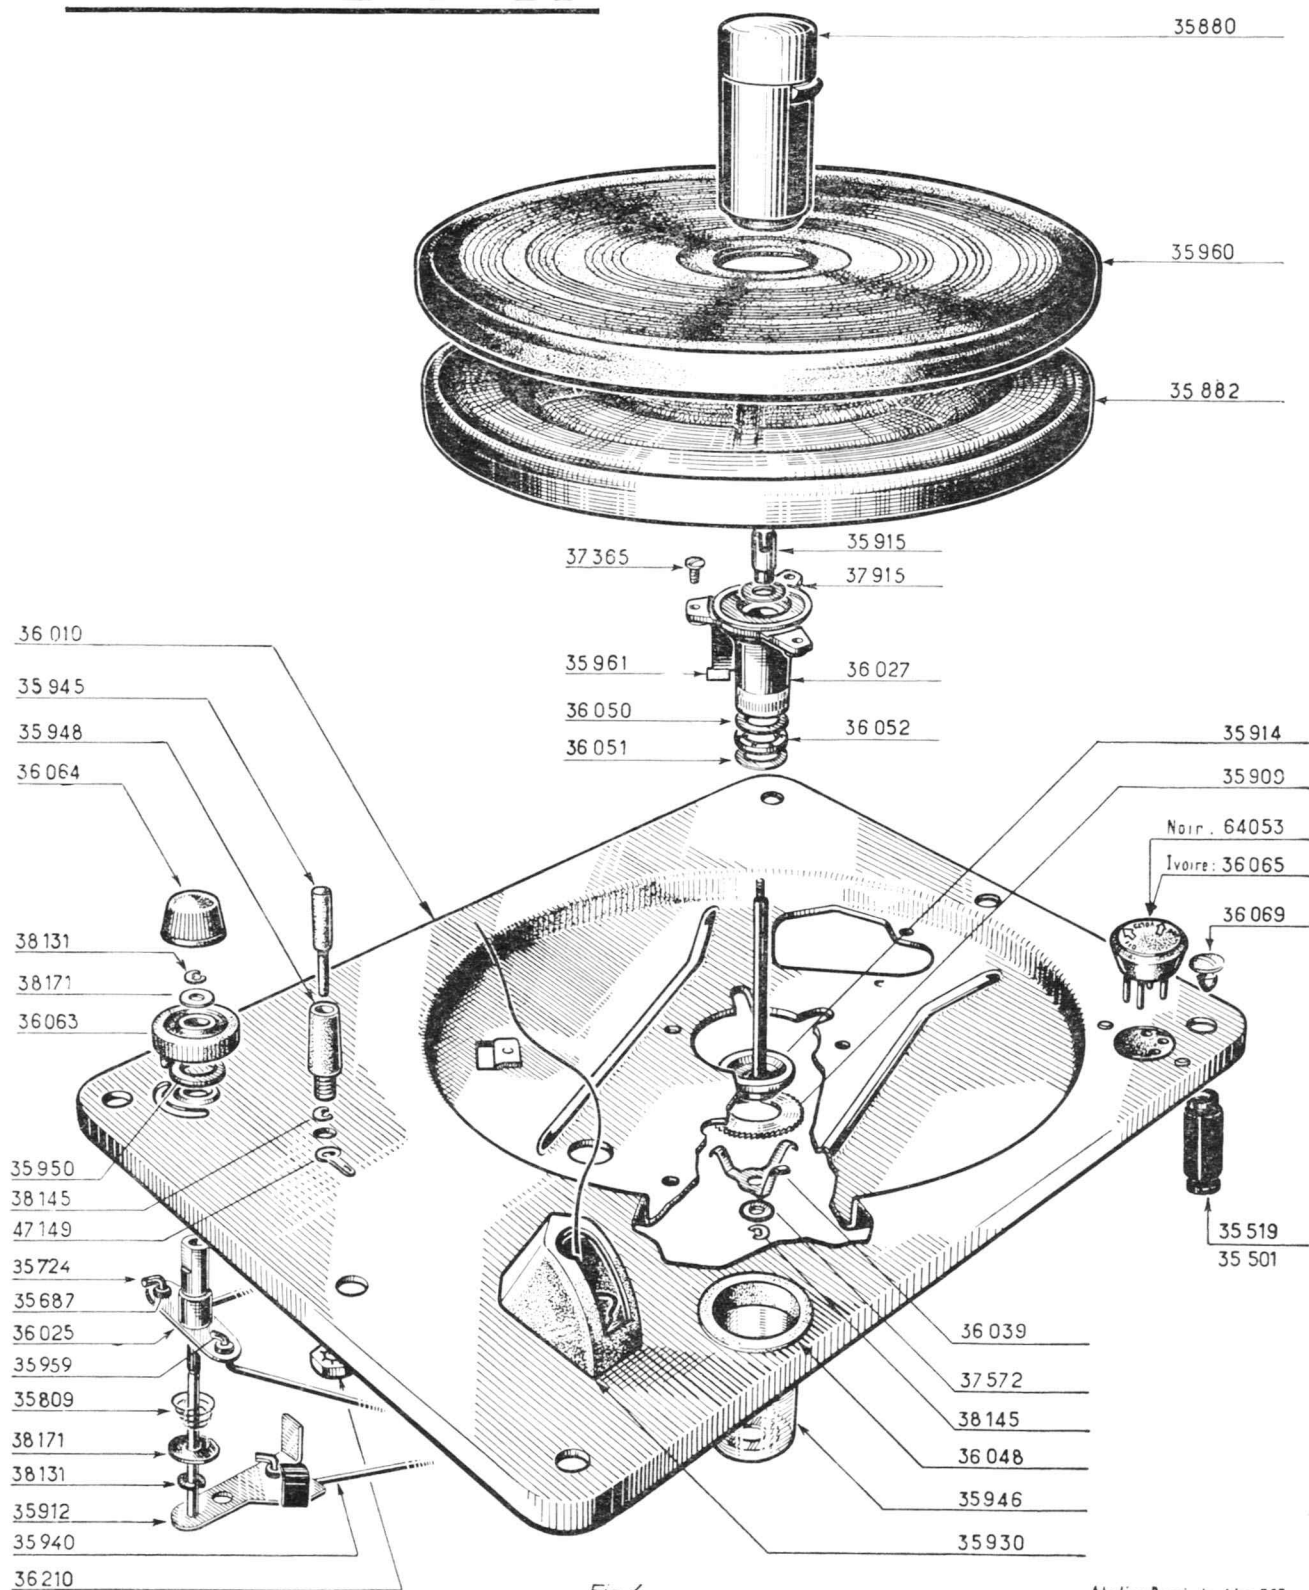

Fig 4
- une assiette de plateau 36027 (fig. 4) avec moletage moins large et emplacement de moletage différent.